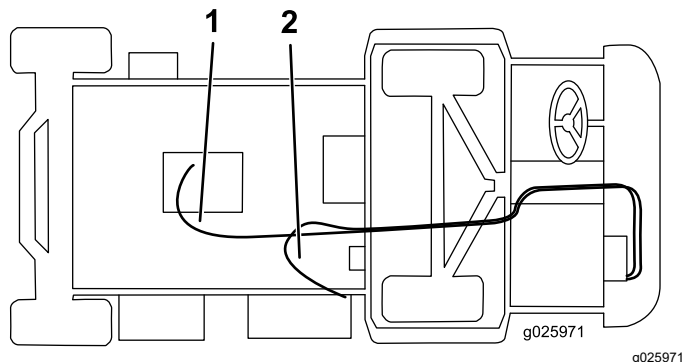

Figura 11
6. Conecte la manguera larga a la válvula del calentador con una abrazadera y pásela por debajo de la máquina, por encima del eje y hasta el acoplamiento recto (Figura 11).
7. Conecte la manguera más corta al acoplamiento en T de llenado blanco con una abrazadera, pásela por la abrazadera en R del soporte del calentador y conéctela al acoplamiento en T de la manguera inferior del radiador con una abrazadera (Figura 11).